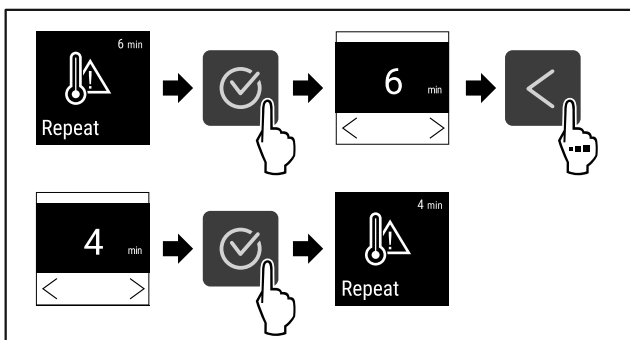

Fig. 101
- ▶ Выполните шаги действия (см. Fig. 101) .